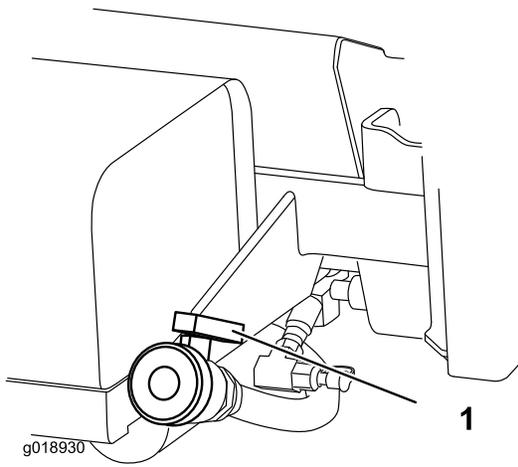

Bild 22
2. Ermitteln Sie das Ablassventil des Behälters hinten an der Maschine (Bild 22).